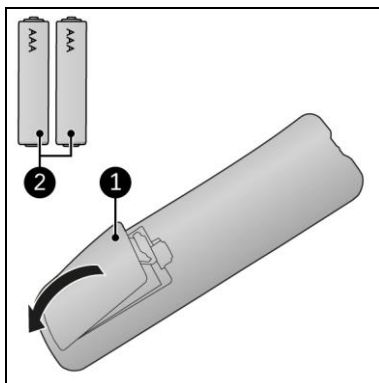

Figure 12
1. Retirez le couvercle (Figure 12, pos. 1).
3. Insérez deux piles (AAA 1.5 V) (Figure 12, pos. 2) comme indiqué dans le compartiment à piles. Veillez à insérer les piles correctement.